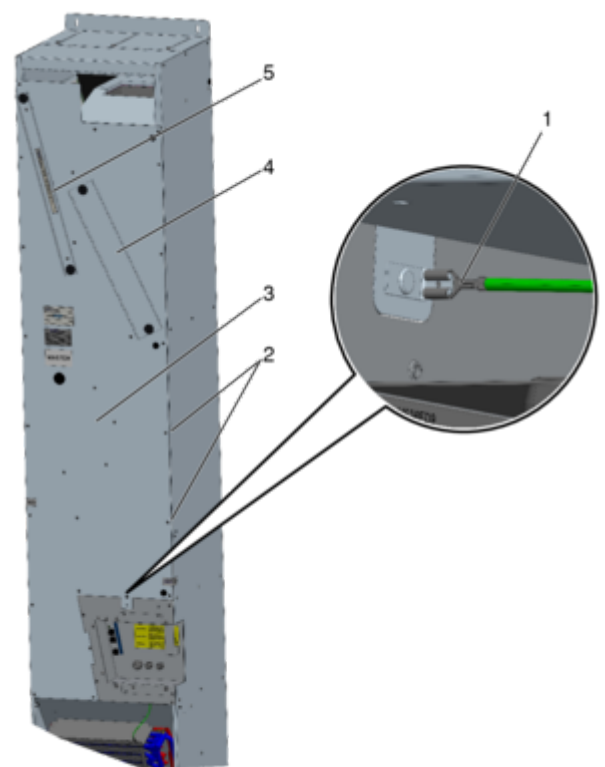

Abb. 40: Gerätedeckel demontieren
3. ▶ Abluftfilter (Abb. 40 /5) herausnehmen und den Filterdeckel (Abb. 40 /4) vom Außenluftfilter demontieren ↪ *auf Seite 39* .
4. ▶ Den Gerätedeckel des Lüftungsgeräts (Abb. 40 /3) demontieren, dazu alle Kreuzschlitzschrauben (Abb. 40 /2) am Gerätedeckel lösen.
Beim Abnehmen des Gerätedeckels, den Schutzleiter (Abb. 40 /1) lösen.